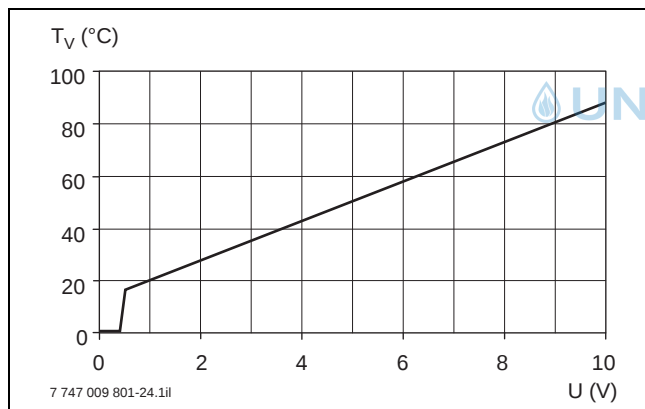

Bild 43 Kennlinie Störmeldemodul EM100 (Sollwerte)
- Über das 0–10-V-Gleichspannungssignal wird dem Gas-Brennwertgerät eine Vorlauf-temperatur oder eine Leistung vorgegeben (Diagramm → Bild 43).